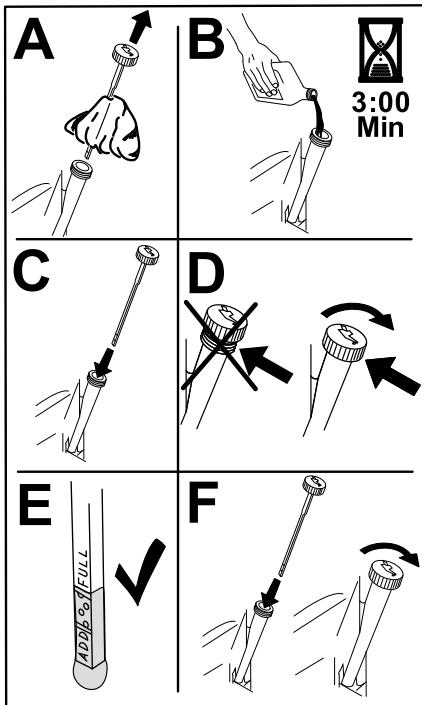

図 47
6. 所定量の 80% 程度のオイルをゆっくり入れ、そこから、残りの量を注意深く足して FULLマークまで入れる図 47。